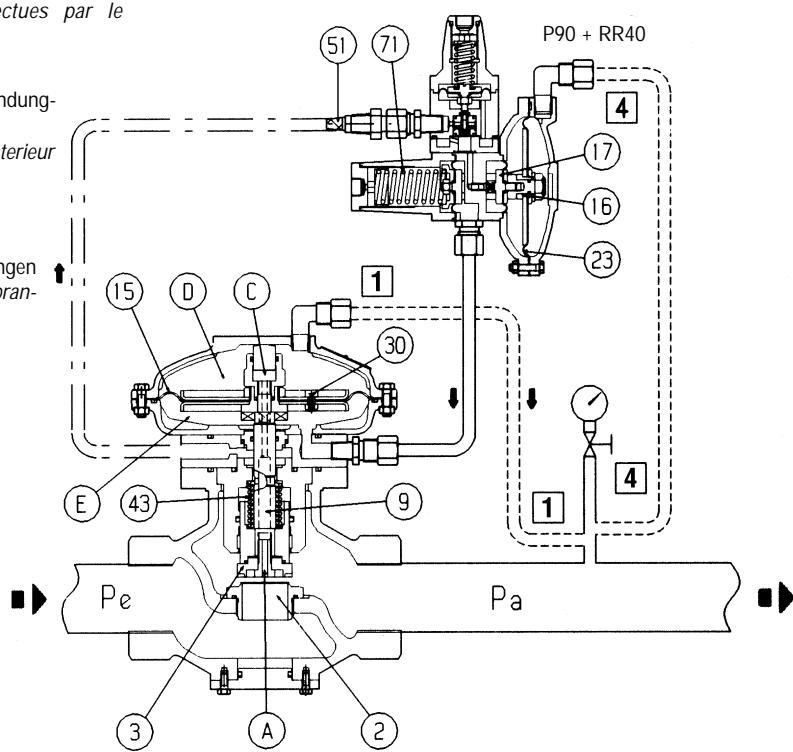

Fig. 1
### 1.2 FUNKTIONSWEISE (ABB. 1)
### 1.2 FONCTIONNEMENT (FIG. 1)
Wenn beispielsweise beim Betrieb (durch Erhöhen der gewünschten Durchflussmenge oder durch Abfallen des Eingangsdrucks) der Ausgangsdruck absinkt, entsteht ein Ungleichgewicht am Stellantrieb 16 des Pilotreglers, der sich verschiebt, wodurch sich das Stellglied 17 weiter öffnet. Folglich steigt auch der Steuerdruck Pm in der Kammer E unter der Membrane 15 (Abb. 1) und bewirkt ein Anheben des Stellgliedes 3 und somit größere Öffnung des Regelventils, bis der Ausgangsdruck wieder seinen Sollwert erreicht hat.
*Si, par exemple, pendant le fonctionnement, une diminution de la pression en aval Pa (à cause de l'augmentation du débit requis ou de la diminution de la pression en amont) se produit, cela cause un déséquilibre dans l'équipement mobile 16 du pilote qui se déplace en provoquant une augmentation de l'ouverture du clapet 17. Ainsi, la valeur de la pression de motorisation Pm augmente aussi et, en agissant dans la chambre E au-dessous de la membrane 15 (fig. 1), elle détermine un déplacement vers le haut du clapet 3 et donc l'augmentation de l'ouverture du détendeur jusqu'à ce que la valeur préétablie de la pression réglée soit de nouveau atteinte.*